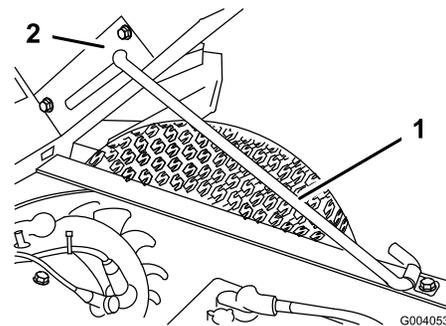

Figura 28
2. Tire de la varilla de soporte hasta que entre en la muesca, afianzando la plataforma (Figura 28).